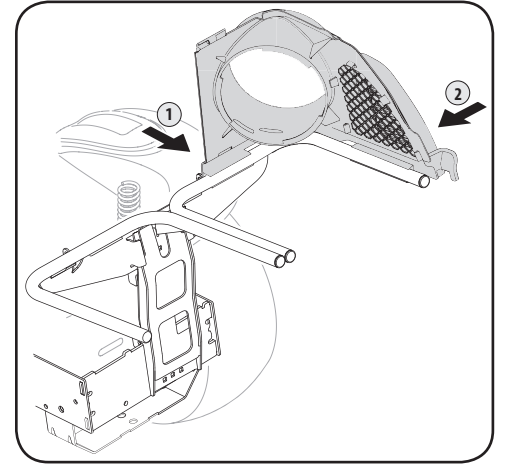

Figura 4-12
1. Inclíne el frente del soporte del canal superior ligeramente hacia adelante y ajuste a presión el pestillo del lado frontal al riel, como se indica en (1) de la Figura 4-12. Deslice el broche detrás de la lengüeta.
2. Calce a presión el soporte del canal superior colocando primero la porción lateral sobre el riel de soporte de la embolsadora. Consulte (2) en la Figura 4-12.